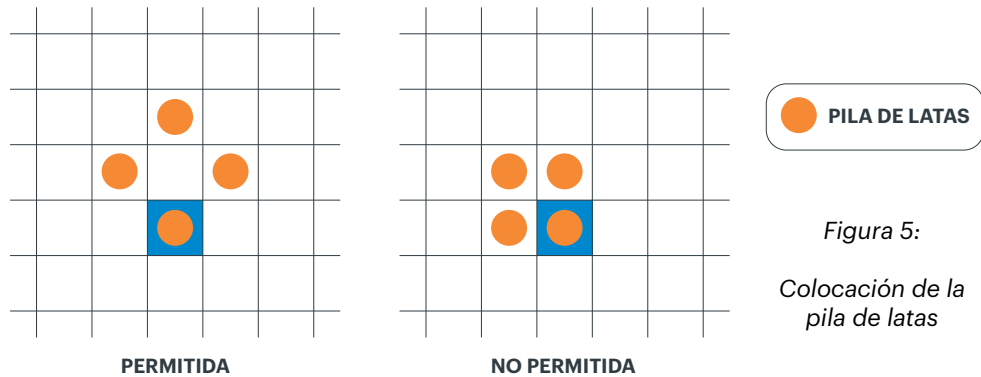

Figura 5:
- No se puede poner dos pilas de latas en celdas adyacentes de la cuadrícula. Se permite la colocación en las celdas de la cuadrícula que estén en diagonal entre ellas (ver Figura 5).